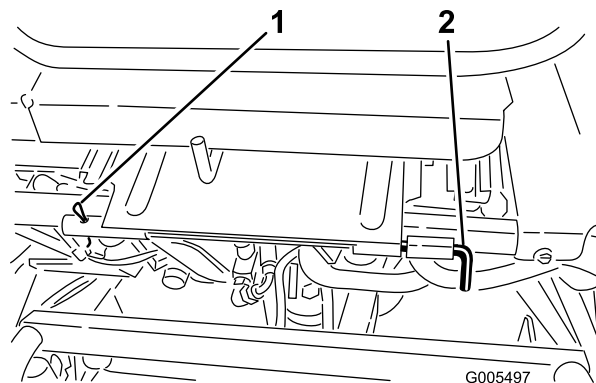

図 9
8. シート・アセンブリを取り付け（図 9）、シート・ピボット・ロッドとロール・ピンで固定する。